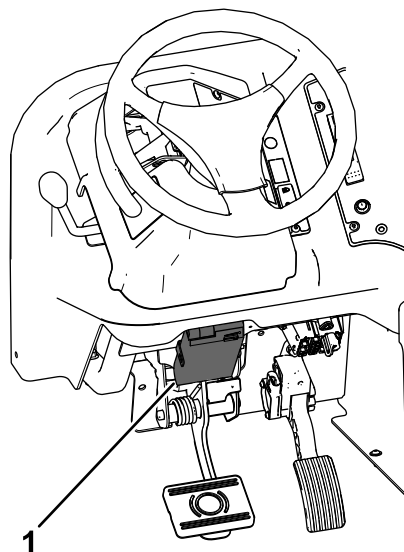

Рисунок 63
- Установите переключатель тормоза в зоне над педалями управления тягой и тормоза (Рисунок 63). Отрегулируйте переключатель тормоза таким образом, чтобы обеспечить максимальную тормозную способность в соответствии с массой навесного оборудования.